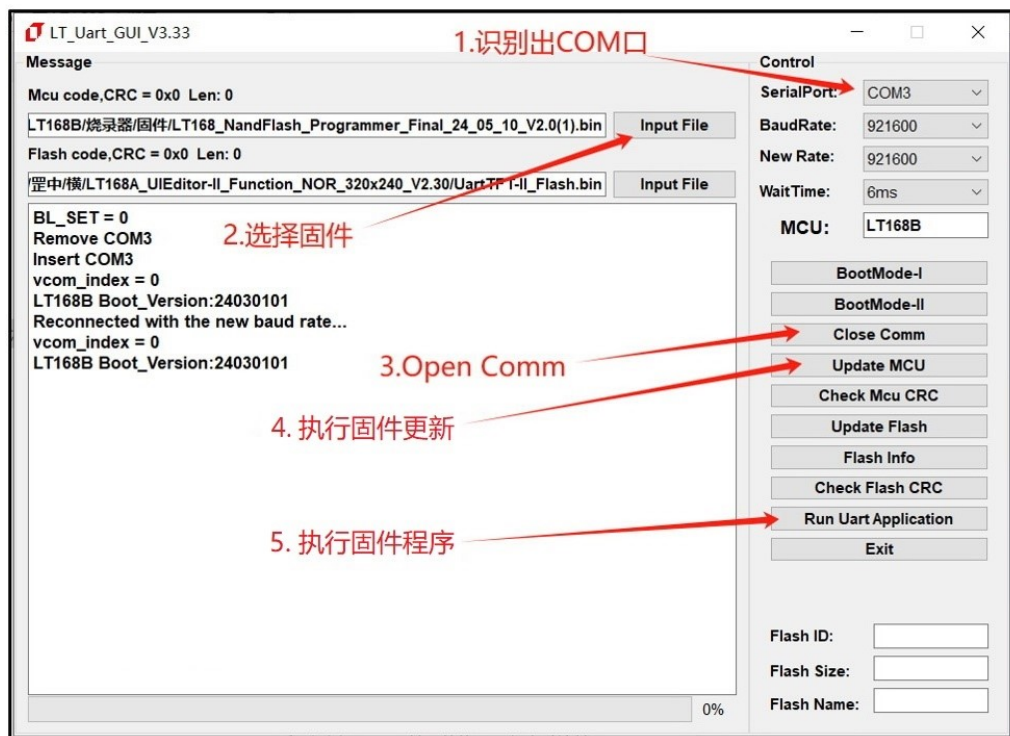

图 2-1：软件界面
- (1) 将“SD_IN”管脚（SD 卡槽第 9 脚或烧录器板子上的 LT168B IC 第 28 脚）对地短接，通过 Type-C 接口将烧录器与电脑连接；
- (2) 打开软件“LT_Uart_GUI_Vx.xx.exe”，根据图 2-1 步骤顺序对烧录器进行固件更新；